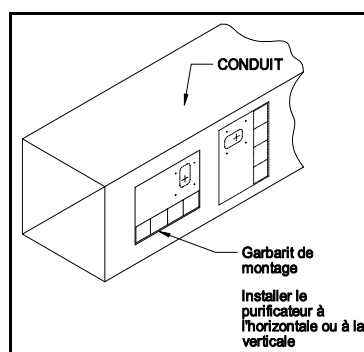

Figure 2
2. Fixer le gabarit de montage sur le conduit d'air, à l'horizontale ou à la verticale comme le montre la Figure 2. (Laisser le gabarit en place pour référence ultérieure).